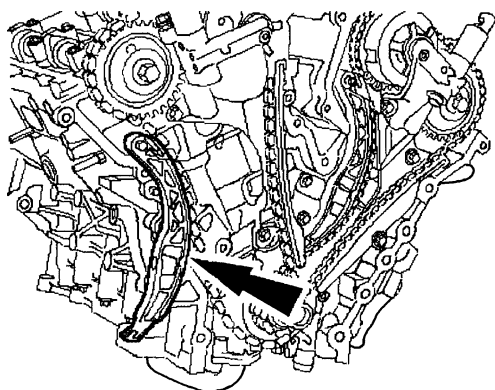

图 11-6 右侧正时链条张紧器外侧导轨
- 8) 拆卸右侧正时链条张紧器外侧导轨 (图 11-6)。